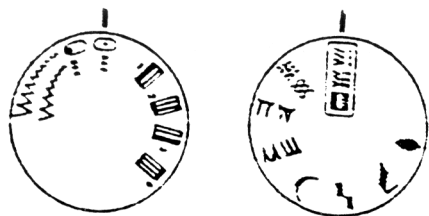

Рис. 8
- Установить регулятор на прямой стежок в среднем положении (рис. 8).
- Поворотом махового колеса привести стержень игловодителя в крайнее нижнее положение (рис. 8с).